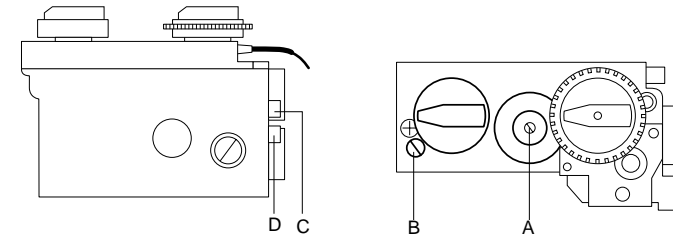

fig. 12
2. Draai de meetnippel C (fig. 12) enige slagen open en sluit een meetslang aan.